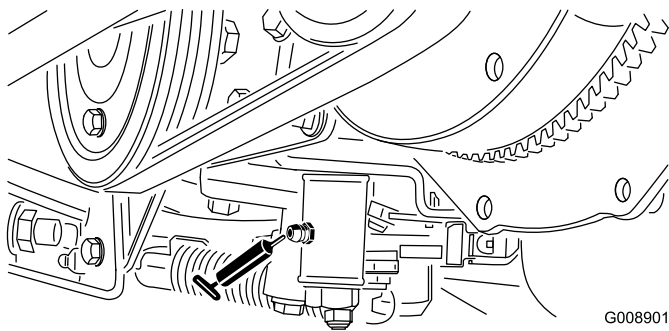

Рисунок 54
- Механизм регулировки нейтрали (Рисунок 54)